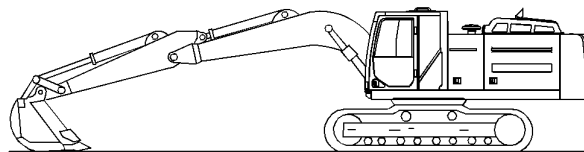

Рисунок 1
2. Полностью втяните шток гидроцилиндра рукояти. Отрегулируйте положение рычажного механизма таким образом, чтобы навесное оборудование находилось параллельно земле. Опустайте стрелу до тех пор, пока навесное оборудование не окажется на земле. См. рис. 1.